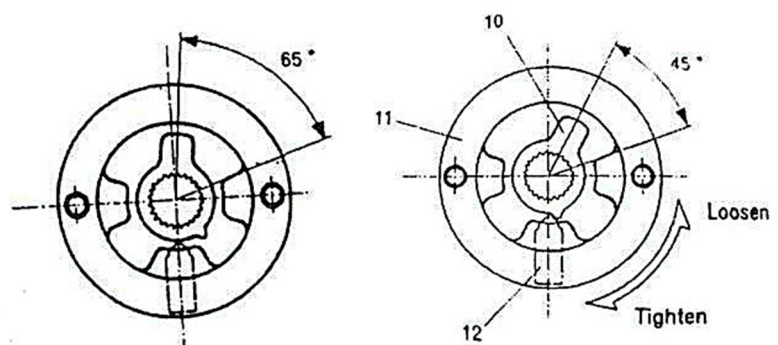

Abbildung 10
- Legen Sie das Sperrrad fest so, dass die Einbauposition  $65^\circ$  erreicht hat, die sich in der Lage des Sperrwerkes befindet (Nr. 10), stellen Sie den nötigen Abstand zwischen der Kugelschraube und dem Sperrrad (Nr. 10), damit es gleiten und nicht herauspringen kann (Abbildung 10).
- Beim Zusammenbau der Winde achten Sie auf den Winkel des Sperrwerkes. Nachdem das Sperrwerk fest angezogen ist, stellen Sie das Sperrwerk auf die Welle in einem Winkel  $45^\circ$  (siehe Abbildung 10) fest.